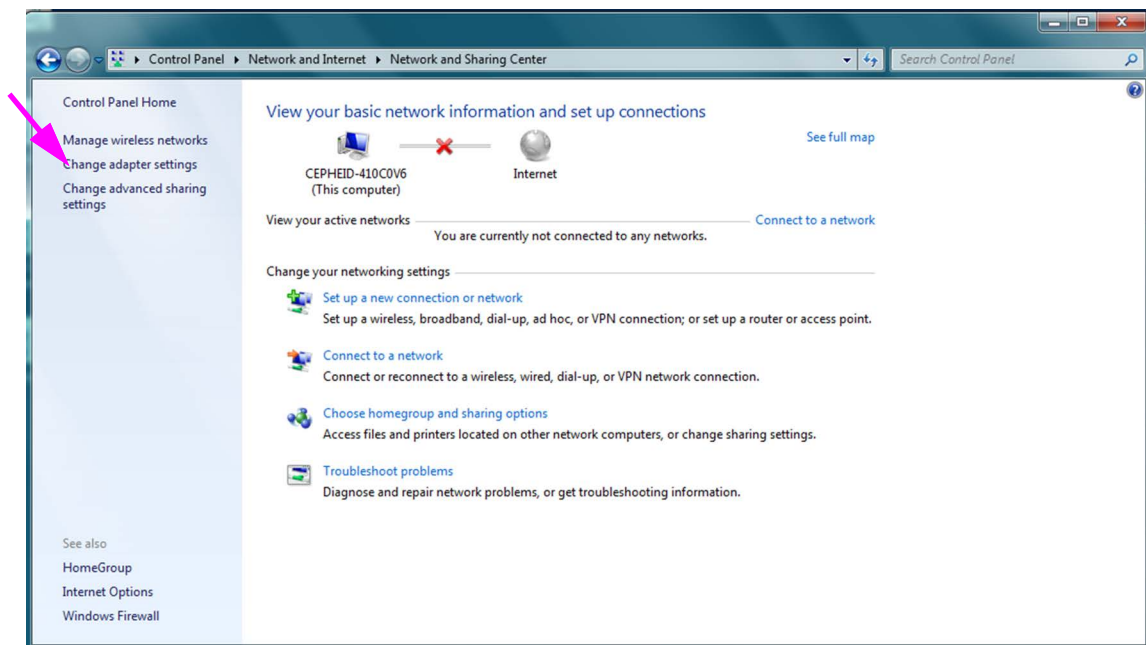

Abbildung 2-38. Bildschirm „Network and Sharing Center“ (Netzwerk- und Freigabecenter)
4. Klicken Sie auf **View network status and tasks (Netzwerkstatus und -aufgaben anzeigen)**. Der Bildschirm **Network and Sharing Center (Netzwerk- und Freigabecenter)** erscheint. Siehe Abbildung 2-38.